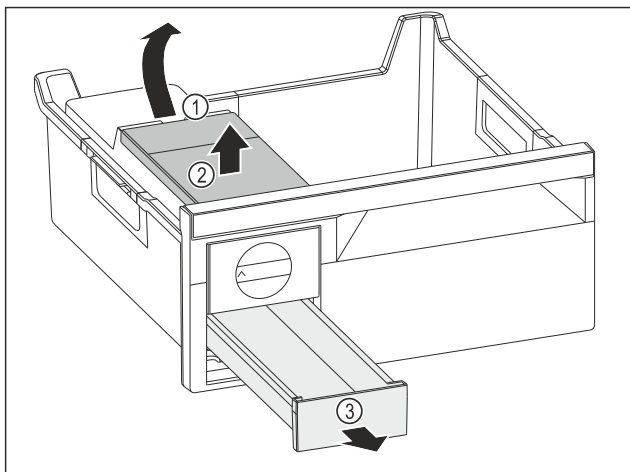

Fig. 105
- Ta ut vattenbehållaren: Lyft vattenbehållaren vid ursparingen Fig. 105 (1).
- Ta ut vattenbehållaren Fig. 105 (2) uppåt.
- Ta ut iskublådan Fig. 105 (3) framåt.